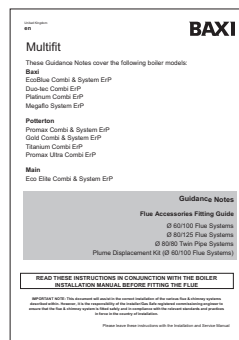

Fig. 14a
8.6 Flue Accessories (Fig. 14a)